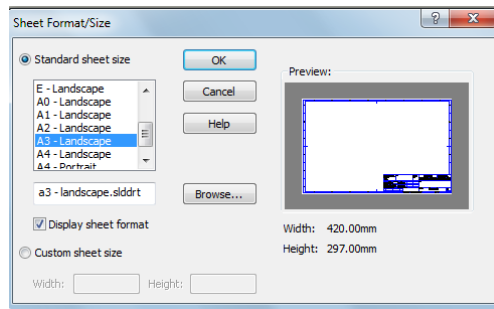

Рис. 8.1.3. Формат оформлення креслення
2. Перед вами появиться стандартне вікно вибору формату листа для креслення (рис.8.1.3).